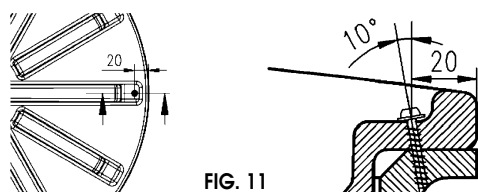

FIG. 11
- Afin d'empêcher toute ouverture non autorisée du couvercle (sécurité enfants), en particulier en cas d'installation enterrée, celui-ci peut être bloqué à l'aide de la vis fournie. Pour cela, percer un trou débouchant de Ø 3 mm dans le renforcement prédéfini sur le couvercle et la bride du réservoir (angle de 10°), puis visser. (Voir FIG. 11 - ci-dessous).